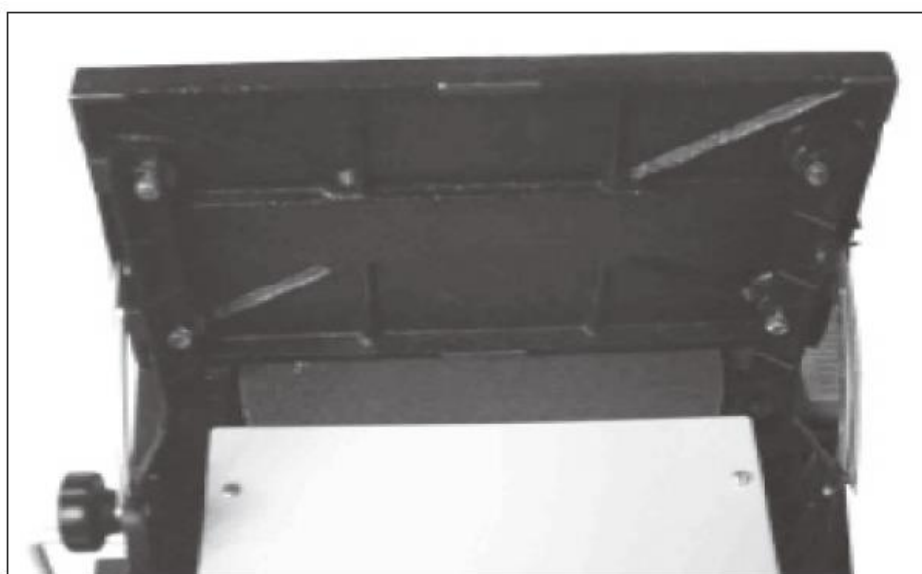

Рис. 5
4. Установите стол на опору, совместите четыре винта, которые предварительно установлены под столом, с отверстиями опоры стола. (См. рис. 5)